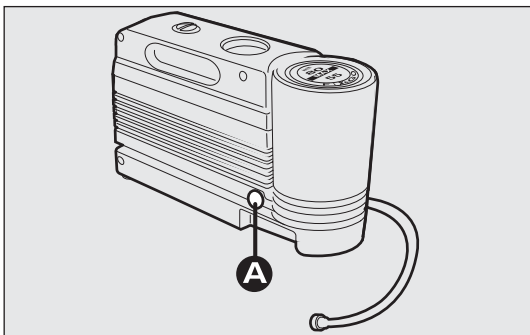

рис. 177
- нажмите кнопку А – рис. 177, чтобы вынуть сменную часть;